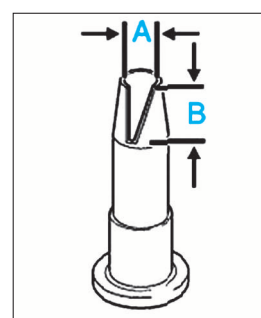

FIG. 59
- Préparer la buse du pistolet à colle comme illustré (Fig.59).